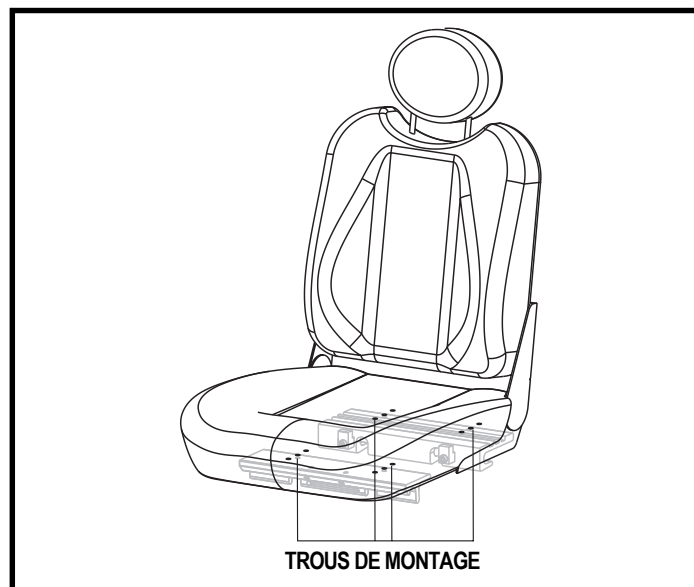

Figure 14. Trous de montage
4. Repositionnez les montants sur un ensemble différent de trous de montage. Vous devez déplacer les deux montants sur un nombre égal de trous vers l'avant ou vers l'arrière. Voir la figure 14.